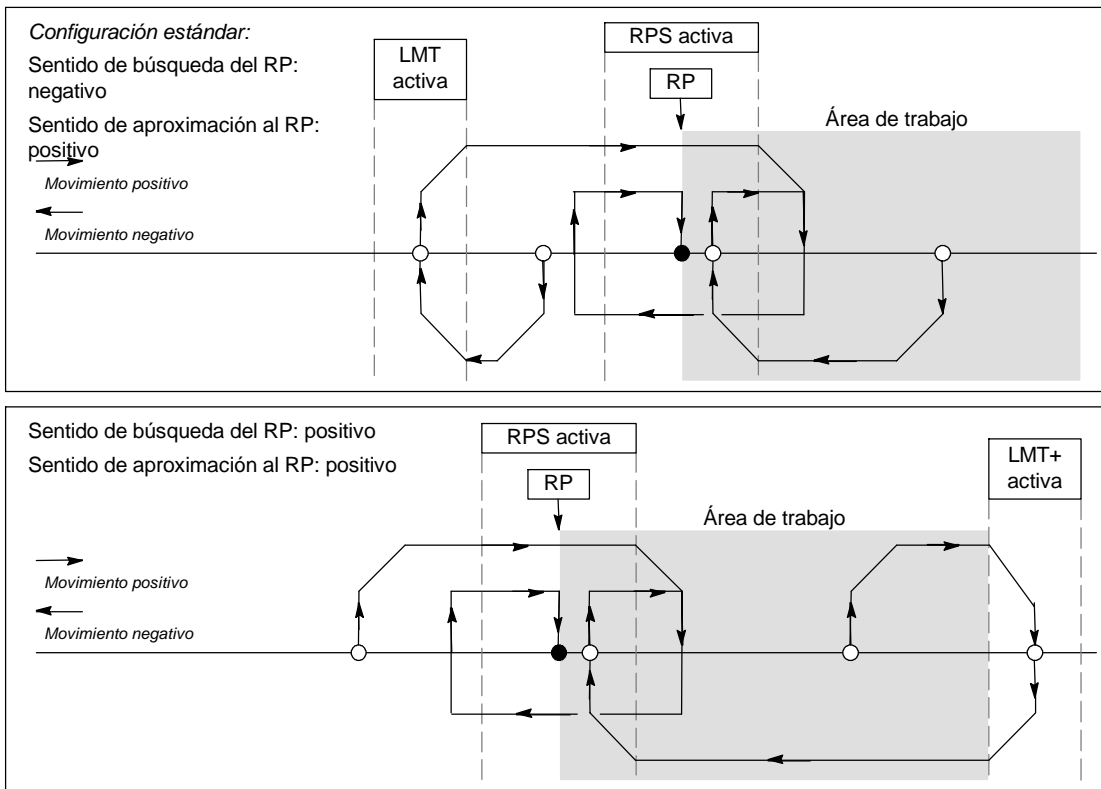

Figura 9-22 Búsqueda del RP: Modo 2
- ❑ La figura 9-22 muestra dos opciones del modo 2 de búsqueda del RP. En este modo, el RP se encuentra en el centro del área activa de la entrada RPS.